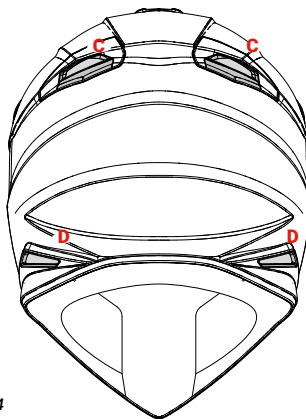

FIGURA 4
■ TOMA DE AIRE POSTERIOR – C – Figura 4
■ TOMAS DE AIRE LATERALES – D – Figura 4